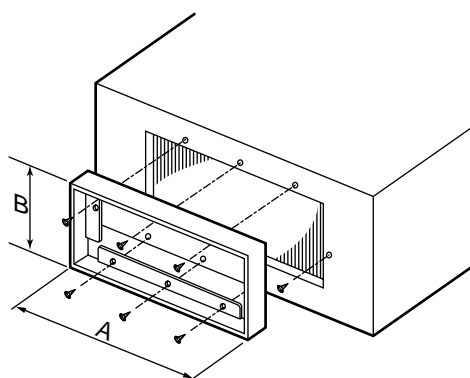

Fig. 1
- ① Con ayuda de 6 tornillos, monte la brida al orificio del aire de suministro de la unidad interior. (Fig. 1)
- ② Acople el conducto cuadrado de acuerdo con la dimensión interior de la brida [A] x [B].